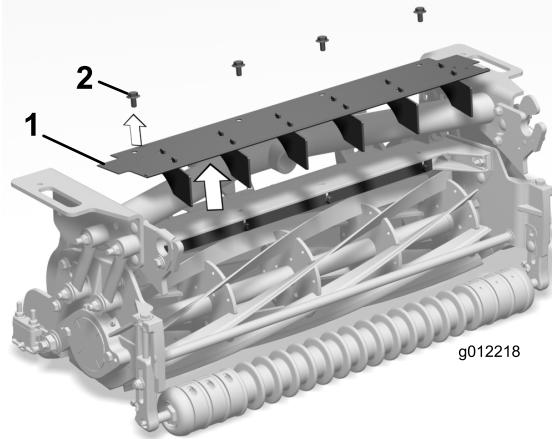

Figura 6
1. Remova os quatro parafusos de cabeça flangeada que prendem o resguardo de relva frontal e deflectores à estrutura da unidade de corte (Figura 6).